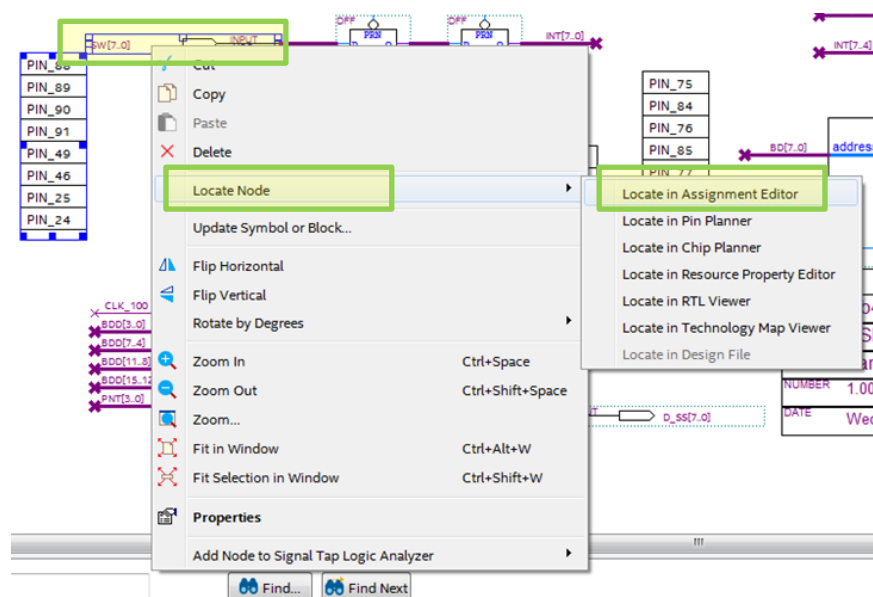

Рис. 72 Выбор сигналов SW[7..0] и открытие редактора Assignment Editor
14.1. Выделите группу сигналов **SW[7..0]** в схеме проекта **lab4\_<fio>.bdf** и с помощью перекрестных ссылок (рис.72) откройте редактор назначений **Assignment Editor** (рис.73).